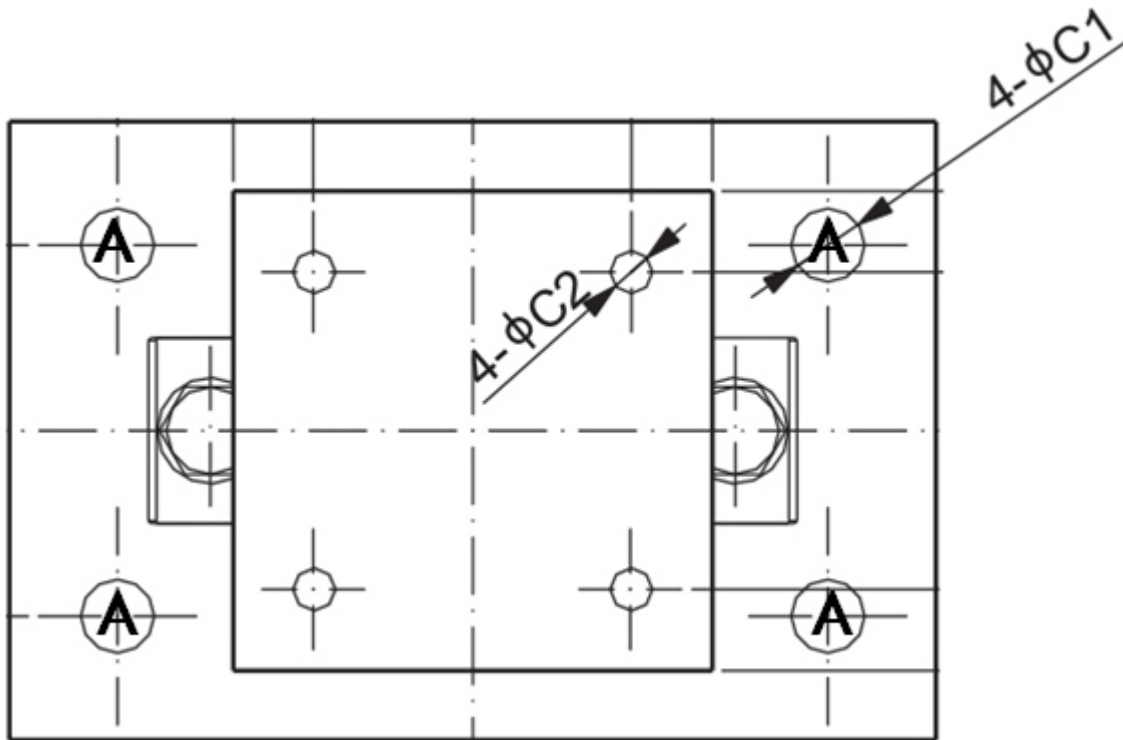

Figure 18: RSLC-25 Plate Dimensions
1. 图 18 显示了 RSLC-25 的安装板。按照图中所示在混凝土基座上钻取四个孔 (A)。